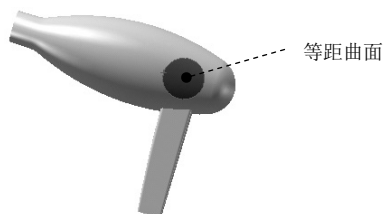

图 6.15.28 曲面-等距 1
(1) 选择下拉菜单 **插入(I)** → **曲面(S)** → **等距曲面(O)...** 命令, 系统弹出“等距曲面”对话框。
(2) 选取如图 6.15.28 所示的曲面为等距曲面。
(3) 输入等距距离值 3.00, 单击 按钮调整曲面向内部偏移。
(4) 单击该对话框中的 按钮, 完成曲面-等距 1 的创建。